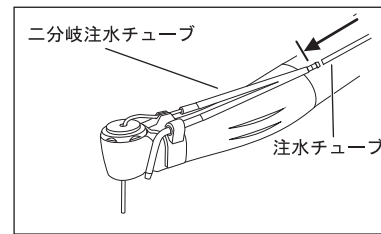

図10
- 二分岐注水チューブに注水チューブを奥までしっかり挿し込みます。（図10）